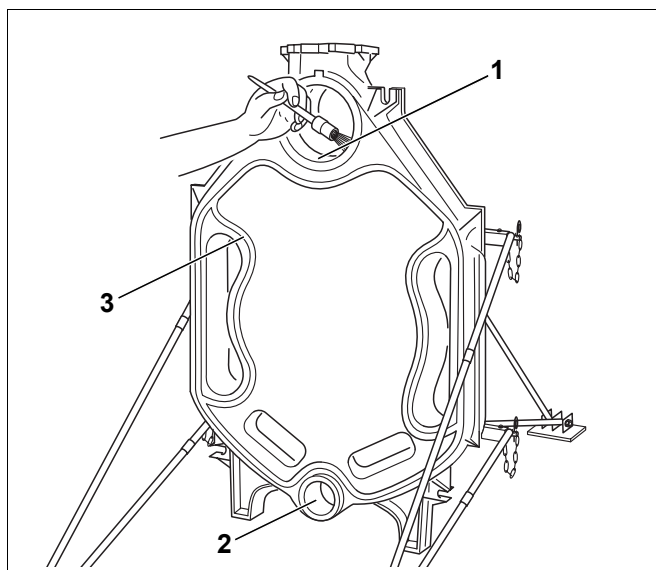

Bild 13 Dichtnuten und Naben vorbereiten
- ▶ Dichtnuten gegebenenfalls mit Drahtbürste und Lappen reinigen (Bild 13, **Pos. 3**).
- ▶ Dichtflächen der Naben (Bild 13, **Pos. 1 und 2**) mit benzingeräncktem Lappen reinigen.